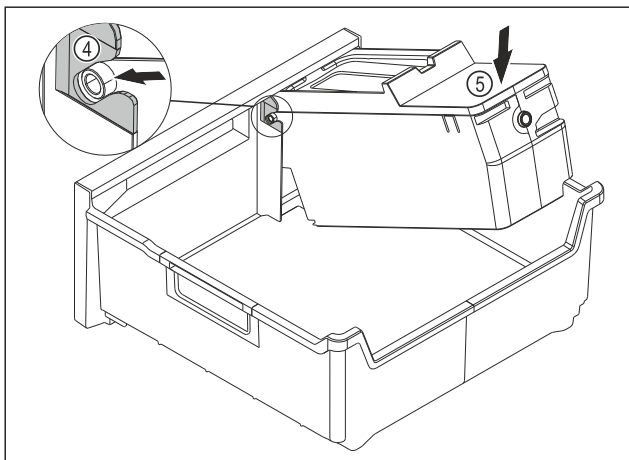

Fig. 82
- ▶ EasyTwist-Ice-corpus monteren: Assen van de EasyTwist-Ice-corpus in de geleidingen Fig. 82 (4) schuiven.
- ▶ EasyTwist-Ice-corpus Fig. 82 (5) achter omlaag drukken.